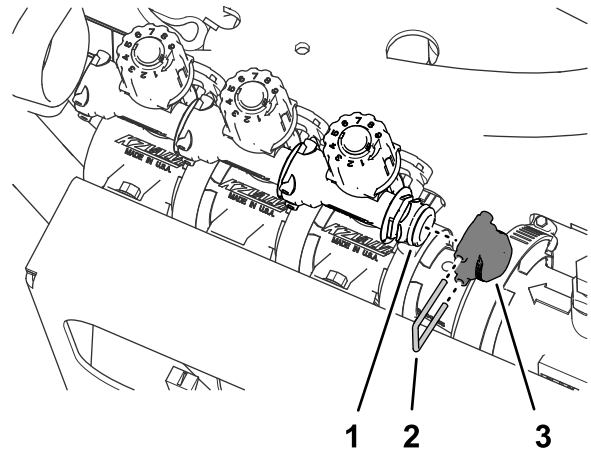

Bild 63
- Entfernen Sie den Halter, mit dem die Kappe des Schnelltrennschlusses des Sicherheitsventils befestigt ist (Bild 63).